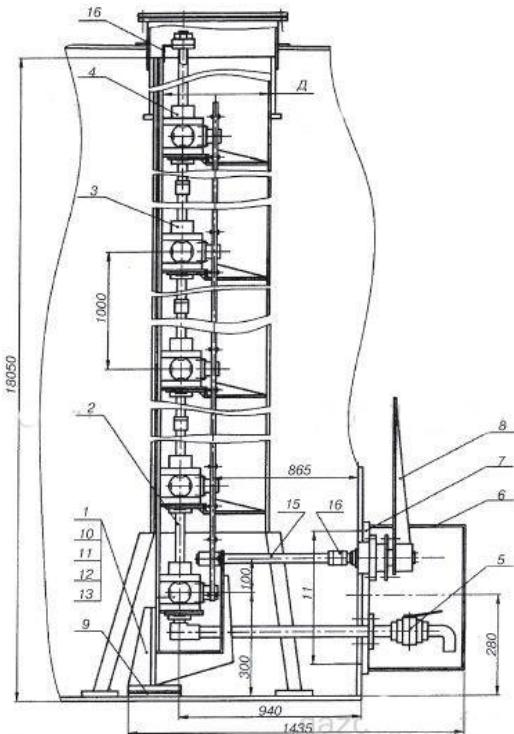

Рис. 1. Пробоотборник секционный ПСРП, ПСРП1:
Пробоотборник (рис. 1) состоит из кронштейна 1, нижней секции 2, средних секций 3, верхней секции 4, крана сливного с патрубком 5, ограждения 6, приемного узла 7 и узла управления 8.
Приемный узел 7 (рис. 1) состоит из узла фланца и упоров и приваривается
а) ручку узла управления 8 (рис. 1) повернуть вправо до упора. Усилие поворота
- снять ограждение 6 (рис. 1), открыть кран 5, слить остатки продукта